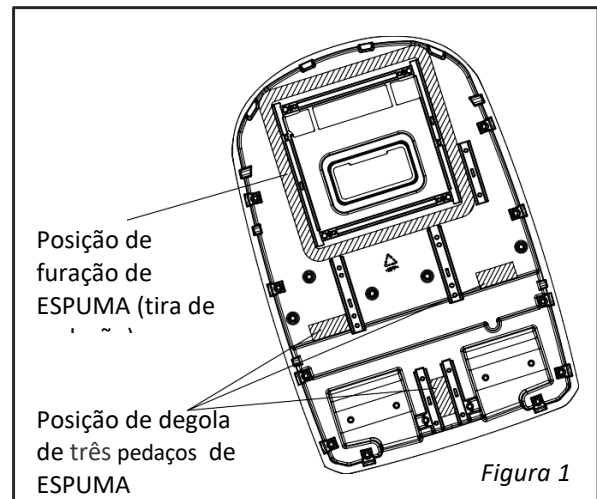

Figura 1
1. Antes de colar, limpe os sundries na posição de degola (como mostrado na Figura 1) do chassi da unidade externa para garantir que a posição de degola esteja limpa;
2. Retire um pedaço de ESPUMA (tira de vedação) e três pedaços de ESPUMA dos acessórios, e retire o papel na superfície da cola e alinhe na borda da posição, como mostrado na Figura 1 para furar a ESPUMA. Se a ESPUMA (tira de vedação) estiver danificada ou não presa na posição adequada, você deve substituí-la por uma nova e colocá-la corretamente;